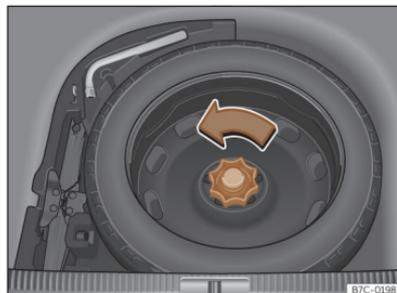

Abb. 222 Im Gepäckraum: hochgeklappter Ladeboden
- Drehen Sie das Rädchen entgegen dem Uhrzeigersinn >>> (Abb. 222).